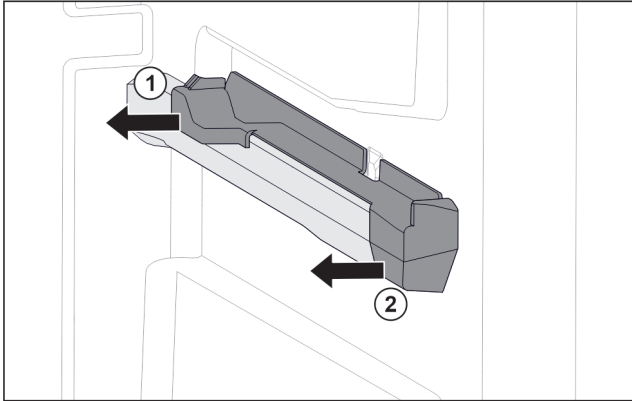

Fig. 127 Felhúzható elem a jobb oldali tartóbordán
- ▶ Oldalra húzza le a felhúzható elemet. Fig. 127 (1)
- ▶ Húzza előre felé a felhúzható elemet. Fig. 127 (2)